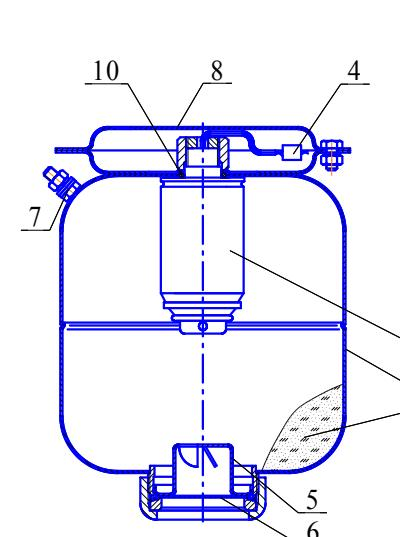
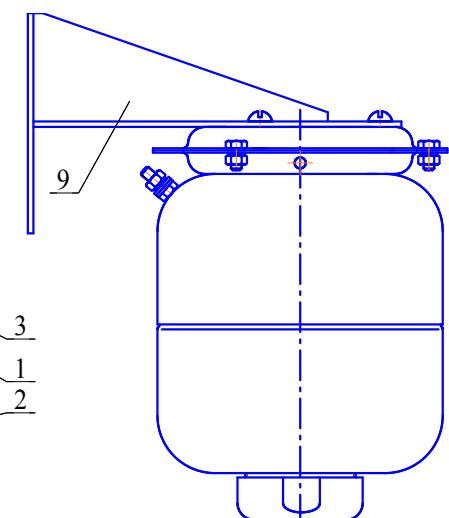

Рисунок 1
Рисунок 2
A.4.4.2 Закрепить кронштейн 8 (см. рисунок 1) на потолке или кронштейн 9 (см. рисунок 2) на стене. Координаты отверстий в кронштейне потолочного крепления приведены на рисунке 3а), настенного крепления – на рисунке 3б).
4.1.1 МПП (см. рисунки 1 и 2) состоит из корпуса 1, в котором размещаются огнетушащий порошок (ОП) 2 и источник холода газа (ИХГ) 3 с элементом электропусковым 4. В нижней части корпуса находится насадок-распылитель 5, выходное отверстие которого перекрыто мембраной 6. Модуль имеет заземляющий зажим 7. В верхней части МПП снабжён кронштейном 8 для крепления к потолочному перекрытию (рисунок 1) или кронштейном 9 для крепления к стене (рисунок 2).
6.2 Закрепить кронштейн 8 (см. рисунок 1) на потолке или кронштейн 9 (см. рисунок 2) на стене. Координаты отверстий в кронштейне, предназначенном для крепления МПП на потолке, приведены на рисунке 4а), на стене – на рисунке 4б). В горизонтальном положении в зависимости от места крепления и направления насадка-распылителя крепление допускается как при помощи потолочного, так и при помощи настенного кронштейнов.